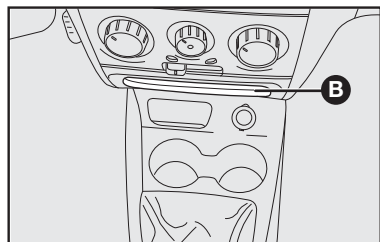

fig. 91
- na parte central do painel **B-fig. 91**;